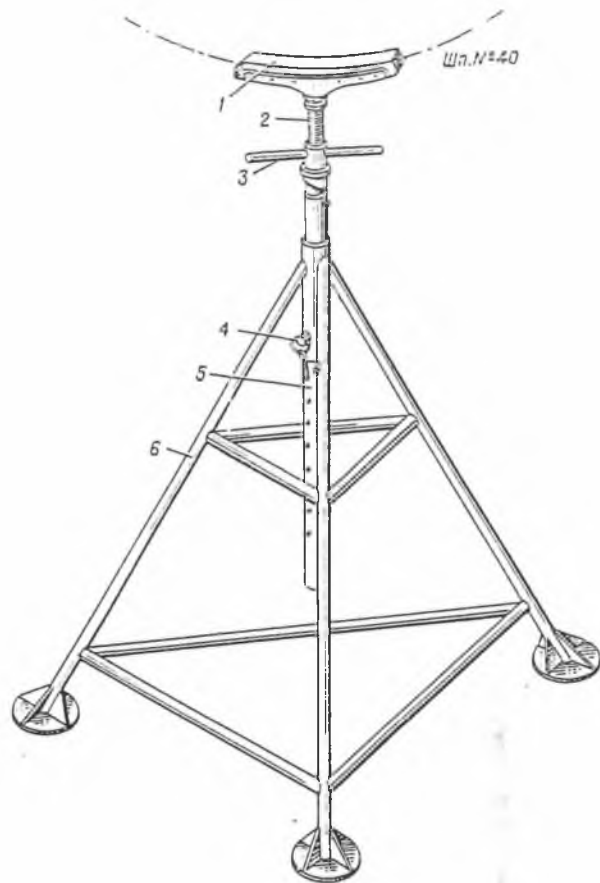

Рис. 78. Хвостовая опора:
— хвостовую опору (козелок) для установки под шпангоут № 40 фюзеляжа (рис. 78);
10. Установить хвостовую опору (рис. 78) под шпангоут № 40 фюзеляжа.